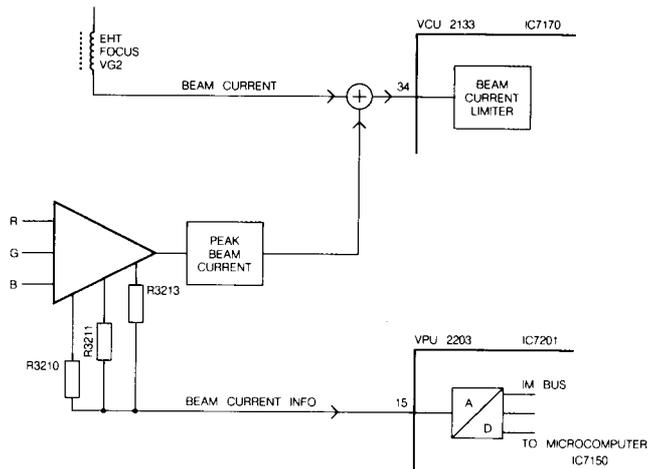

Fig. 7.14
7.6.1 Die Strahlstrombegrenzung (Abb. 7.14)